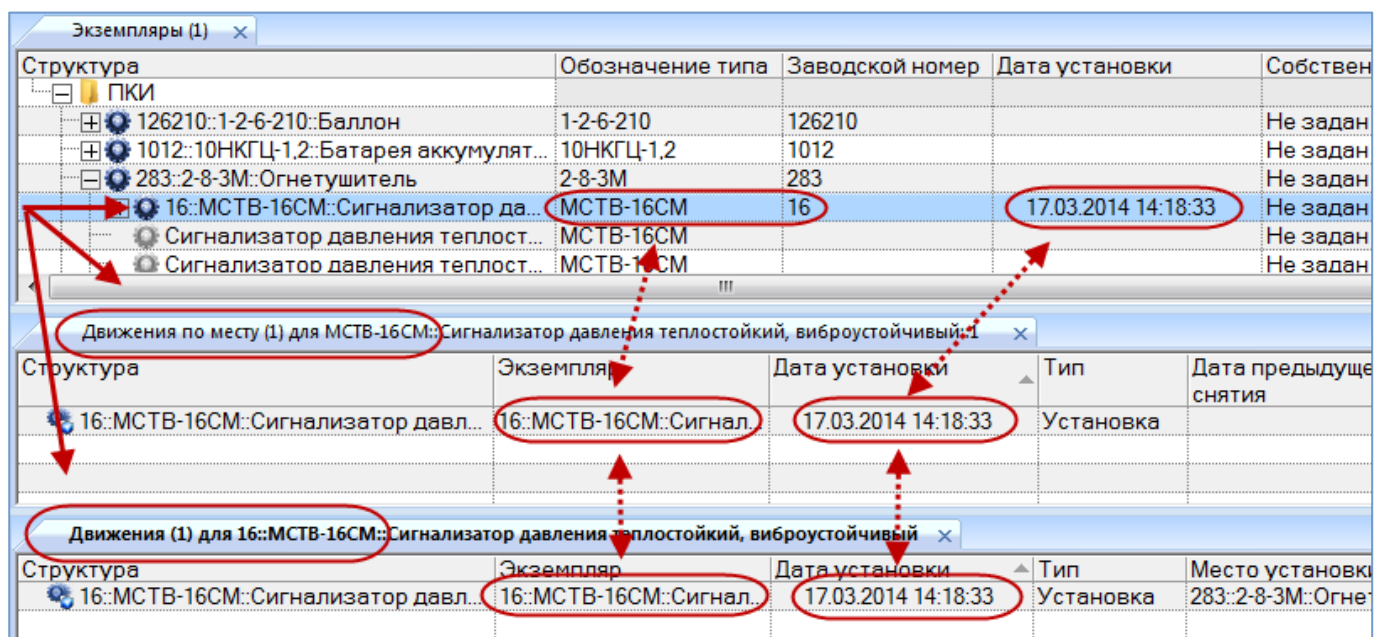

Рис. 13-132 – Создано движение по установке экземпляра ПКИ в вышестоящую сборку
5) В результате выполненных действий создается движение по установке экземпляра ПКИ в вышестоящую сборку. Это движение отображается в окне связанных объектов «Движения ПКИ в эксплуатации» для экземпляра ПКИ и «Движения по месту» для места установки экземпляра ПКИ (рис. 13-132).